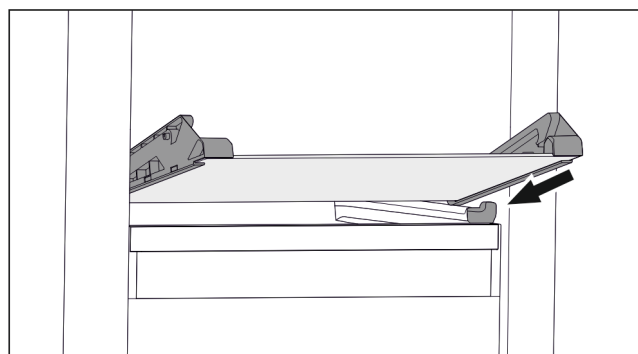

Fig. 93 Стъклена плоча на наклонящото се чекмедже
- ▶ Поставете стъклената плоча под ъгъл зад ограничителите. (виж Fig. 93)